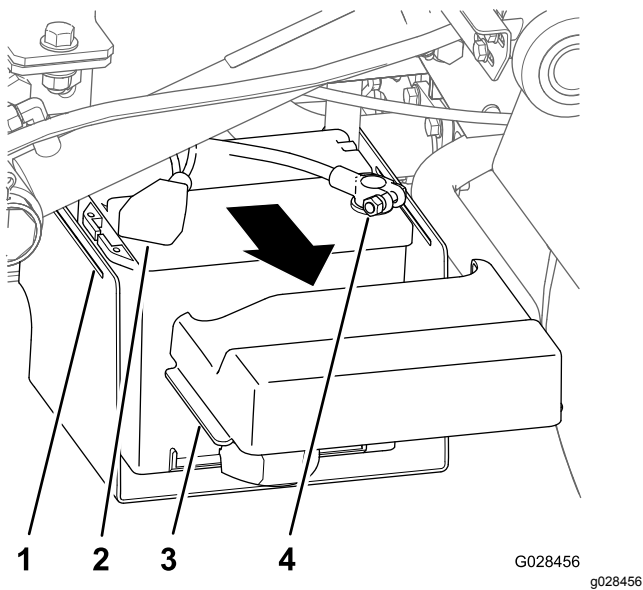

Figure 22
- Appuyez de chaque côté du couvercle de la batterie pour dégager les languettes des fentes dans la base de la batterie, et déposez le couvercle de la base (Figure 22).
2. Remplacez le capuchon sur la borne négative de la batterie (Figure 22).
3. Débranchez la cosse positive de la batterie (Figure 22).